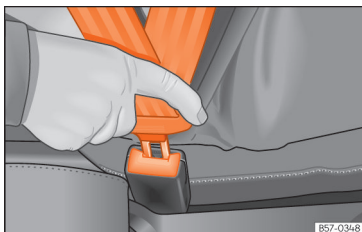

Fig. 21 Inserir a lingueta do cinto de segurança no fecho correspondente.
- Encaixe a lingueta no fecho do respetivo banco » » » **Fig. 21.**